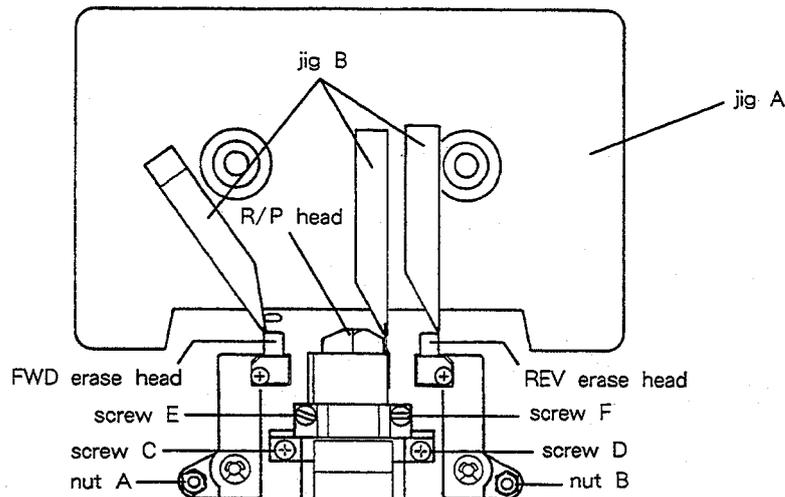

Fig. 2-6
- 1). Set jig A as shown in Fig. 2-6, then set the deck to FWD/PLAY mode.
If it doesn't, adjust Allen nut A shown in Fig. 2-6.
- If the head is both high (or low) in FWD and REV modes, replace the spacer under screws C and D (Fig. 2-6) with a thin (or thick) one. (Add or remove the same number of spacers with the same thickness for both screws C and D.)
- 1). 図2-6のように治具Aをセットし、FWD/PLAYモードにする。
そうでない場合は、図2-6の六角ナットAを調整する。
ネジC, D (図2-6) の下のスペーサーを板厚の薄い(厚い)ものに換える。(C, D共同厚さのスペーサーを同枚数増減すること)
- 7). Play back the 10 kHz signal on test tape MTT-256 in FWD/PLAY mode, then adjust FWD azimuth adjustment screw E (Fig. 2-6) so that the phase difference between the L and R channels is 0°.
- 7). FWD/PLAYモードでテスト・テープ MTT-256の10kHzを再生して、LchとRchの位相差が0°になるようにFWD用アジマス調整ネジE(図2-6)を調整する。